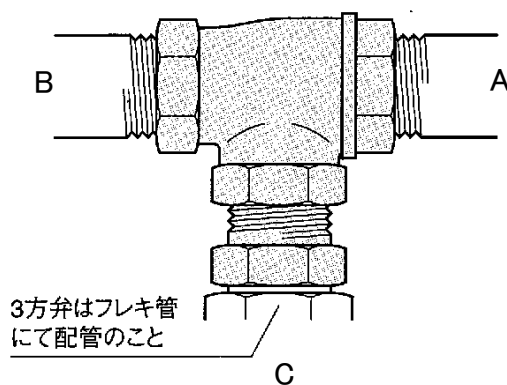

図 14
- ⑥ ねじ込み部にシール剤を使用する際は、使用流体・温度等に適したシール剤を使用してください。
- ⑦ 配管ラインへ本製品等の接続作業を終了した後は、バルブを全開にしてフラッシングを実施し、配管内のゴミ等を除去してください。
- ⑧ 三方ボールバルブの配管接続は、図 14 の通りC側をフレキ管で接続されることを推奨します。